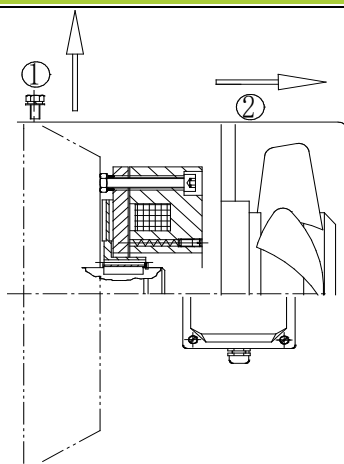

图9.3-11a
- (1) 如图 9.3-11a，旋下轴流风机紧固螺钉①，取下轴流风机②；